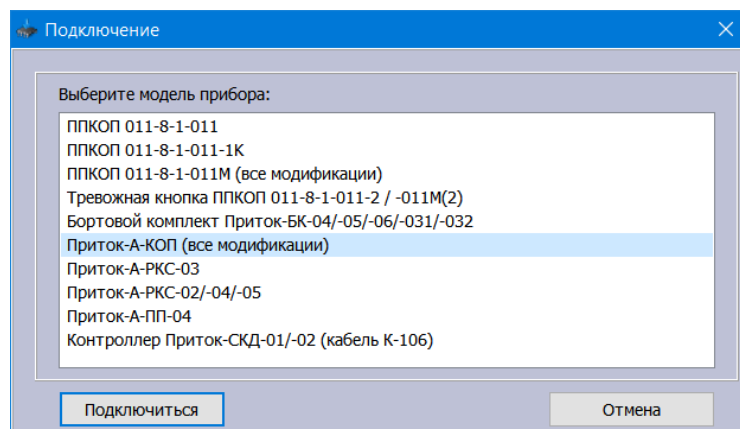

Рисунок 6 – Подключение к прибору
- В программе выбрать команду «Прибор» → «Обновить прошивку», в появившемся окне выбрать из списка «Приток-А-КОП (все модификации)» и нажать «Подключиться» (см. рисунок 6).